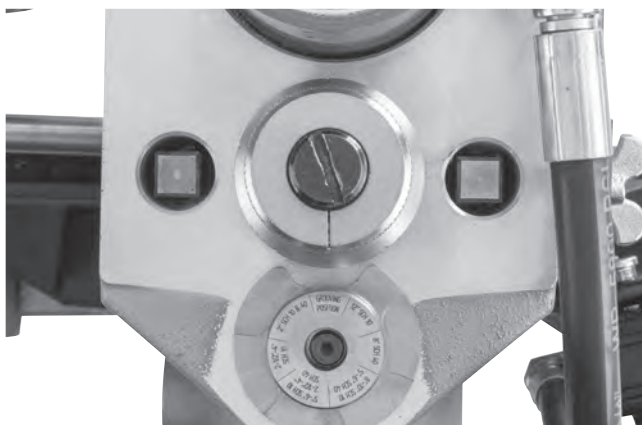

Abbildung 14B – Messgerät in Nutenstellung
- Drehen Sie die Einstellmutter im Uhrzeigersinn, bis der Kopf die Stufe des Tiefenmessgeräts berührt. Drehen Sie das Messgerät für Nutentiefe in die Position für das Einstechen (*Abbildung 14B*). Wenn sich das Messgerät nicht in der Nutenposition befindet, verhindert es das Nuten und kann beschädigt werden.
2. Vergewissern Sie sich, dass sich das Messgerät für Nuttiefe in der Position für das Einstechen befindet. (Abbildung 14B)